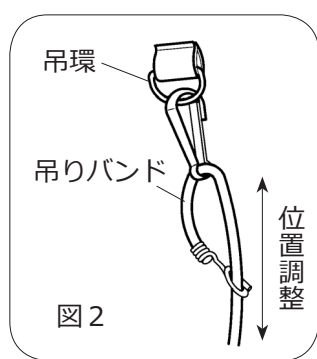

図 1
- ① 背負バンドを図 .1 のように装着してください。
- ② 背負バンドを、エンジン部を背負ったとき作業しやすいよう、A 部、B 部で調節してください。